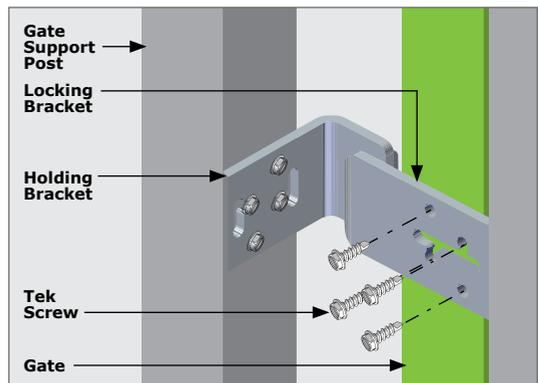

FIGURA 14. POSTE DE SOPORTE -SUJECIONES
2. Utilice cuatro tornillos Tek M6 de alta calidad para fijar el soporte de bloqueo sobre la puerta. El soporte dispone de cuatro orificios de fijación de 7mm específicamente diseñados para este tipo de instalación. Consulte la Figura 14.